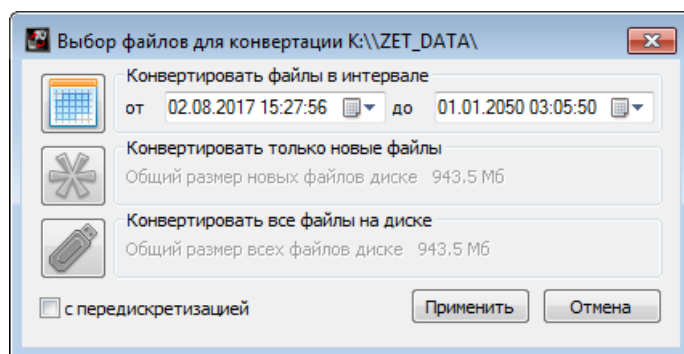

Рис. 3.1 Программа конвертации файлов
3. На компьютере автоматически запустится программа «Выбор файлов для конвертации с диска». Данная программа предназначена для копирования и конвертации файлов с карты памяти регистратора на компьютер в формате ПО «ZETTrends» (Рис. 3.1).